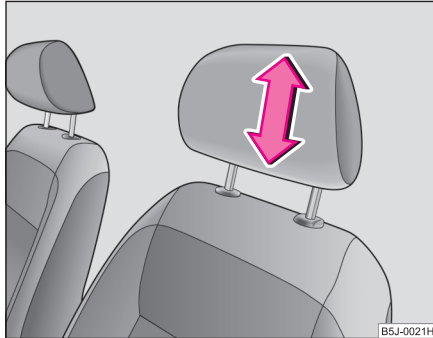

Abb. 47 Kopfstütze einstellen
- Fassen Sie die Kopfstütze seitlich mit beiden Händen an und schieben Sie die Kopfstütze in Achsrichtung der Metallführungsstangen, Pfeilrichtung ⇒ Abb. 47 nach oben oder unten.